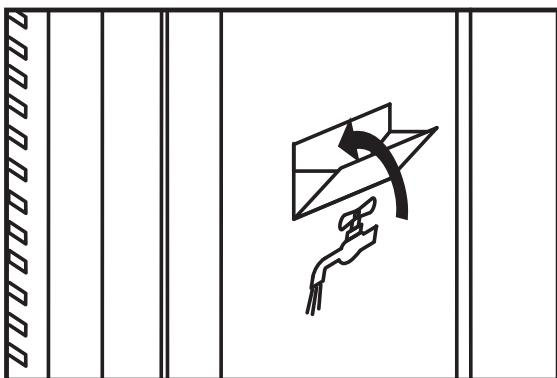

Fig. 5
- **4.1.3.** Close the tank door (Fig. 5).